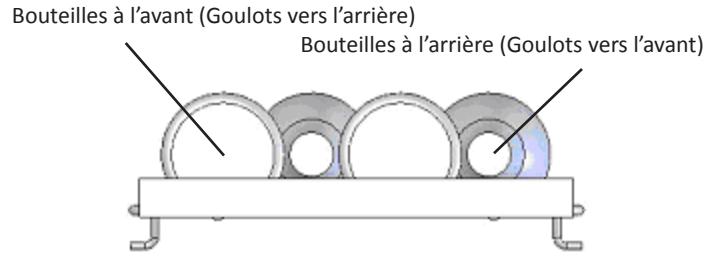
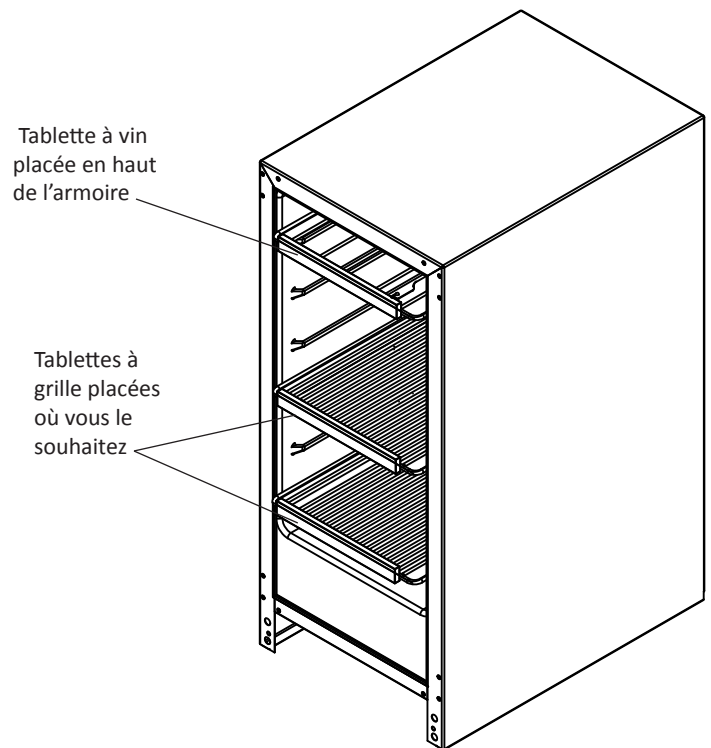

Figure 14
Figure 15
La tablette à vin coulissante porte quatre (4) bouteilles. Voyez la Figure 14 pour une disposition type des bouteilles de vin. Le support pour vin doit être placé dans la partie supérieure de l'intérieur d'armoire. Placez les tablettes restantes comme vous le désirez (Voir la Figure 15).